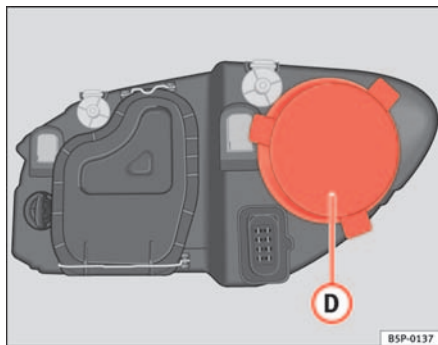

Fig. 179 Luz de presença
- Retirar a tampa ⇒ fig. 179 ①, puxando-a.